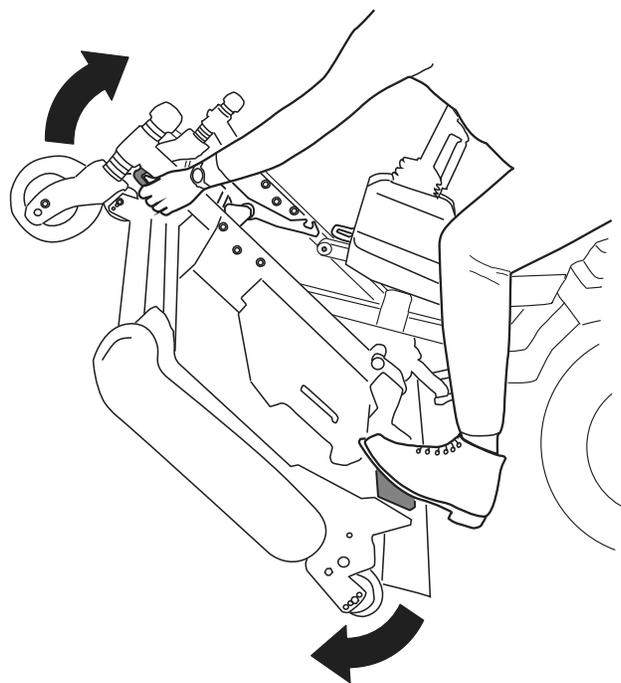
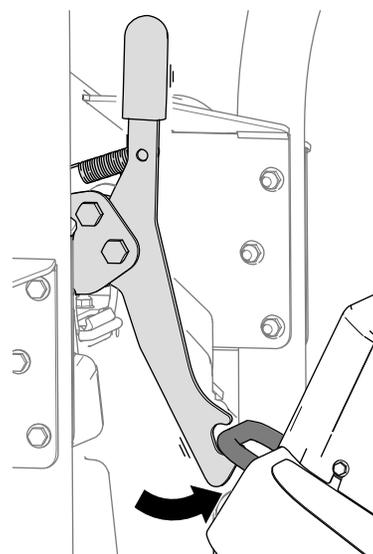
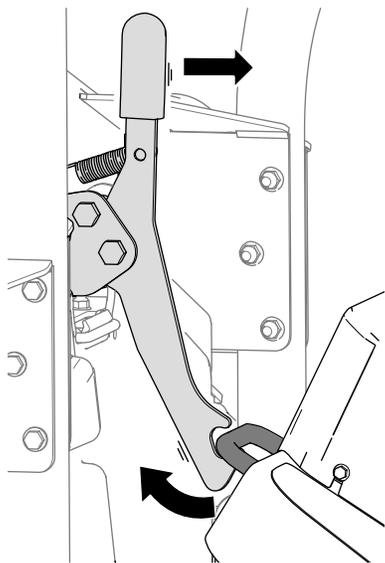

Рисунок 36
Рисунок 37
Рисунок 38
5. Поверните режущий блок (Рисунок 36) так, чтобы защелка вошла в зацепление с крепежным кронштейном (Рисунок 37).
1. Освободите защелку режущего блока от крепежного кронштейна (Рисунок 38), для этого немного поверните режущий блок вперед (см. Рисунок 36) и потяните рукоятку защелки вперед.